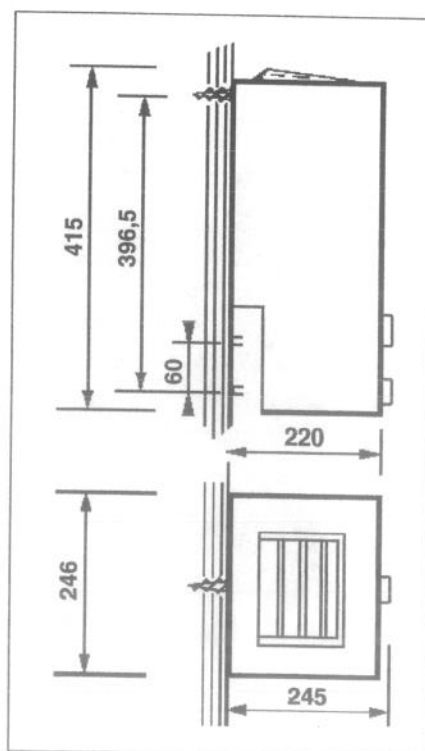

Fig. 2
- Placer la vis à bois de la patte d'accrochage à 396,5 mm au-dessus de l'axe d'arrivée d'eau (fig. 2).